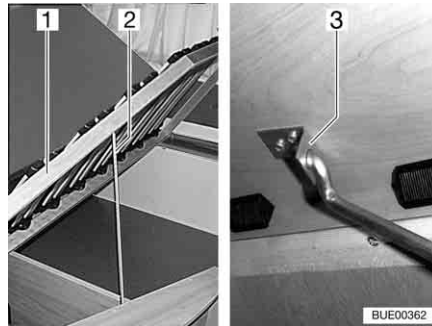

Bild 64 Festes Bett
- Lattenrost (Bild 64,1) anheben, Stange (Bild 64,2) aus Verankerung lösen und in Loch der Halterung (Bild 64,3) einstecken.
- Lattenrost (Bild 64,1) anheben, Stange (Bild 64,2) aus Halterung (Bild 64,3) lösen und in Verankerung einklemmen.